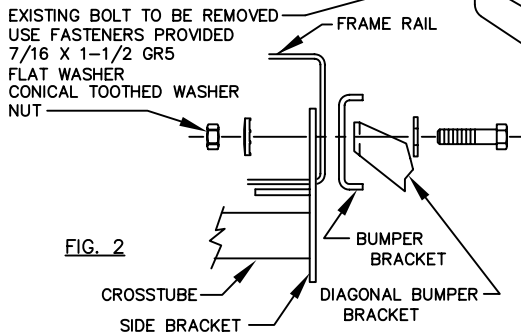

FIG. 2
- POSITION HITCH ON VEHICLE AND INSTALL 7/16" FASTENERS AS SHOWN IN FIG.2.